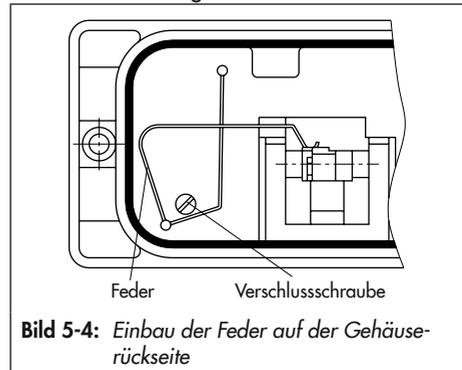

Bild 5-4: Einbau der Feder auf der Gehäuse-rückseite
- Verschlusssschraube auf der Stellungsreglerrückseite (Bild 5-4) entfernen und den seitlichen Stelldruckausgang „output“ mit dem Verschlussstopfen aus dem Zubehör verschließen.
- Stellungsregler so montieren, dass sich die Bohrung in der Zwischenplatte (15) mit dem Dichtschlauch in der Bohrung des Antriebsjochs deckt.
Damit der Übertragungsstift (10a) im Winkel (11) richtig anliegt, ist die dem Zubehör beiliegende Feder nach Bild 5-4 auf der Rückseite des Stellungsreglergehäuses einzuhängen.
1. Abtastrollenhebel (3) auf der den Einpressmuttern gegenüberliegenden Seite des Übertragungshebels (5) ansetzen und mit beiliegenden Schrauben (6) und Sicherungsscheiben befestigen.
2. Feder aus dem Zubehör (Bestell-Nr. 1400-6660) nach Bild 5-4 auf der Rückseite des Stellungsreglergehäuses einhängen.